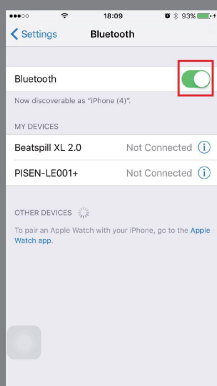

Fig 1
2. Включите Bluetooth на своем телефоне (Рис. 1)